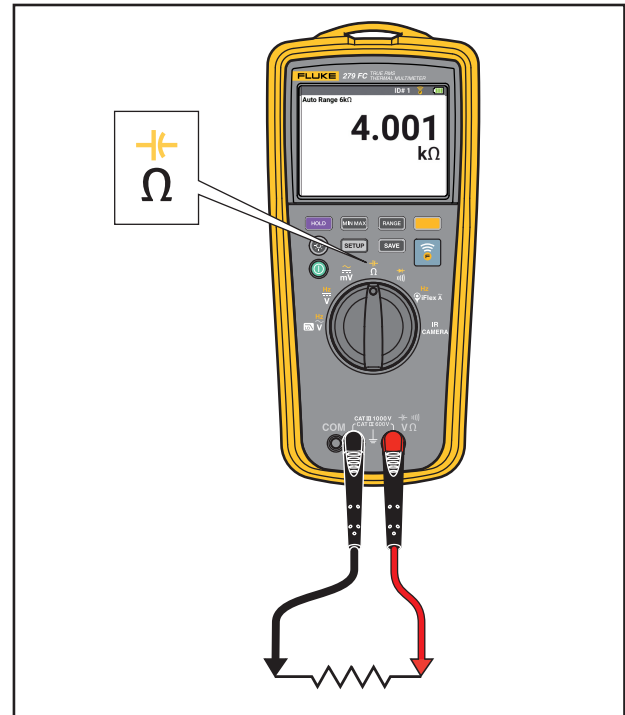

Bild 7. Motståndsmätningar
- Resistansmätning. Se bild 7.
Multimetern skickar en liten ström genom kretsen för motståndsmätningar. Eftersom strömmen flödar genom alla de möjliga vägarna mellan proberna, är det mätta motståndet det totala motståndet för samtliga vägar mellan proberna. Se bild 7.